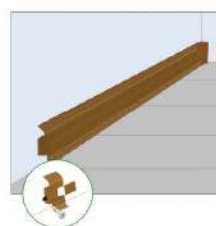

Рисунок 15
16. После укладки ламината можно приступать к монтажу плинтуса. На рис. 15 приведена схема крепления плинтуса с кабель-каналом.